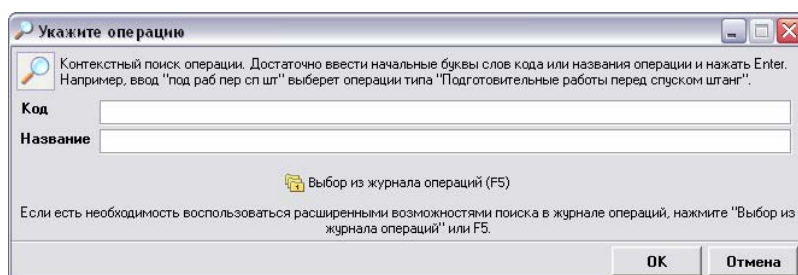

Рисунок 2.4
- Значение в поле «Действие» вводится с помощью справочника «Технологических операций». Нажмите кнопку . В появившемся окне (рис.2.4) укажите часть кода в поле «Код» или часть названия в поле «Название» и нажмите клавишу [Enter]. Если указанным набором символов соответствует несколько операций, то будет представлен этот список, из которого выделите нужную операцию и нажмите клавишу [Enter].